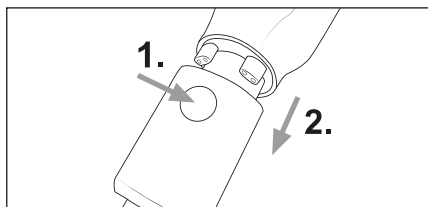

Fig. 12
- ◆ Pour retirer la brosse combinée 2 en 1 ❶, maintenez la touche de déverrouillage de la brosse combinée 2 en 1 ❶ enfoncée, puis retirez-la du tube d'aspiration ❸ ou de l'orifice d'aspiration de l'appareil (voir fig. 12).